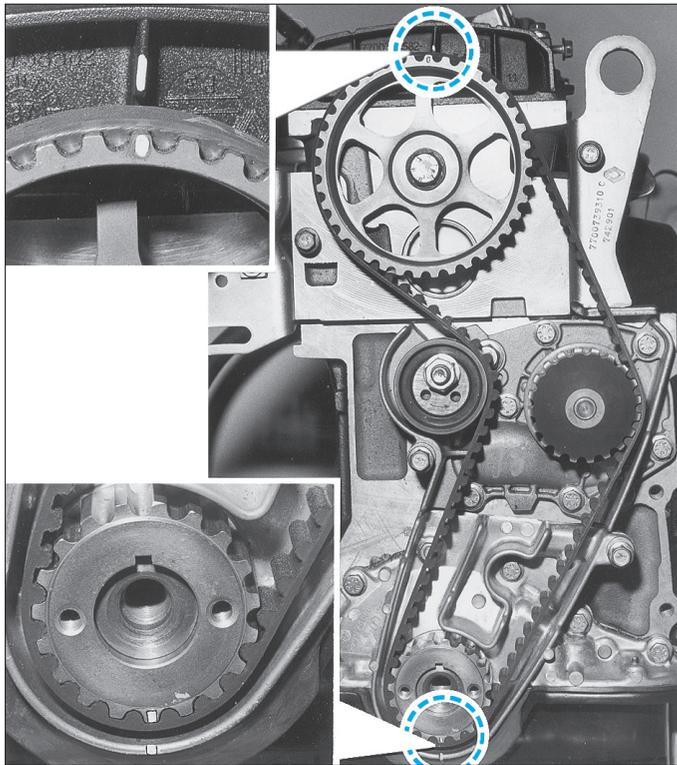

Fig. 27
- Tourner le vilebrequin dans le sens horaire pour amener le repère de la roue dentée d'arbre à cames une dent avant l'axe vertical du pignon (Fig.27) et le repère de la roue dentée de vilebrequin une dent avant l'axe vertical du pignon.